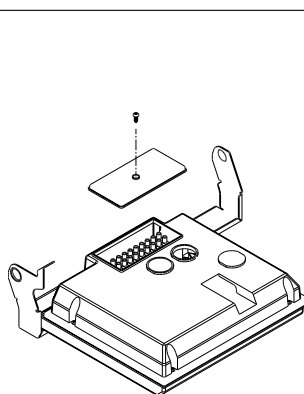

Fig. 3.5
- retirer le couvercle du capot de protection électrique (1 vis) (fig. 3.5),